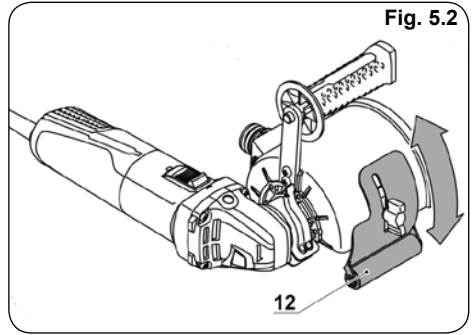

Fig. 5.2
2. Mover el rodillo frontal 12 hacia arriba o abajo de forma que en la posición de trabajo el cepillo satinador quede ligeramente deformado y los dos rodillo 12 y 15 tocan la superficie a trabajar (Fig. 5.2, 5.3).